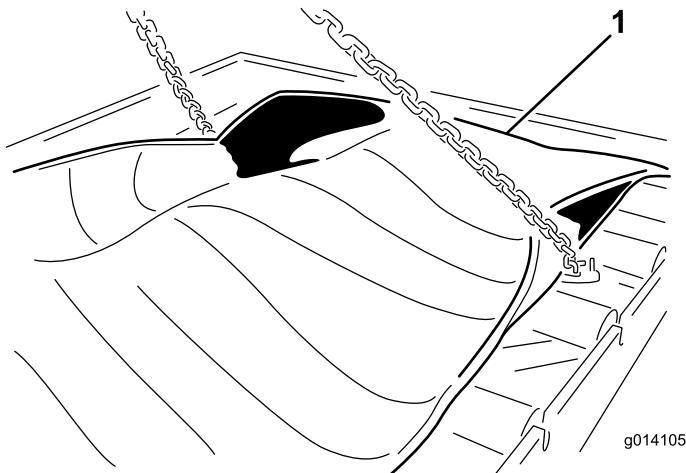

Figure 48
23. Retirez les 24 boulons pour libérer la cartouche (Figure 48).